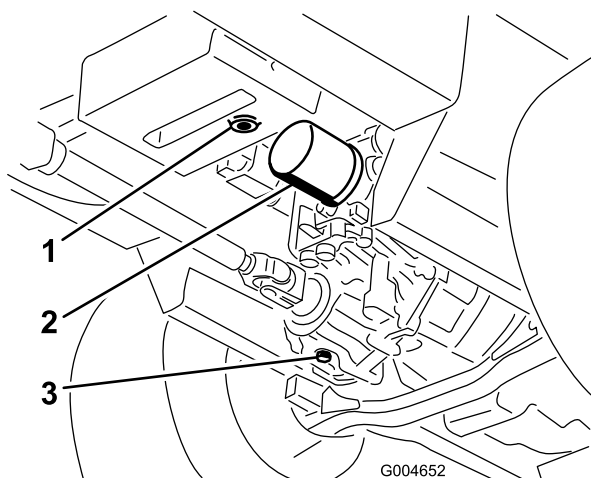

Рисунок 61
3. Поместите под гидравлический бак и картер трансмиссии большой поддон и удалите пробки; слейте всю гидравлическую жидкость (Рисунок 61).
4. Очистите область вокруг фильтра гидравлической жидкости и снимите фильтр (Рисунок 61).